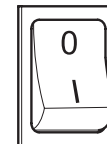

Abb. 9.1
Den Ofen an das Stromnetz anschließen, den Einschalter an der Ofenrückseite antippen und auf (I) stellen (Abb. 9.1). Wenn der Anschluss korrekt ist, gibt der Ofen mehrere aussetzende Signaltöne ab und das Display wird eingeschaltet.